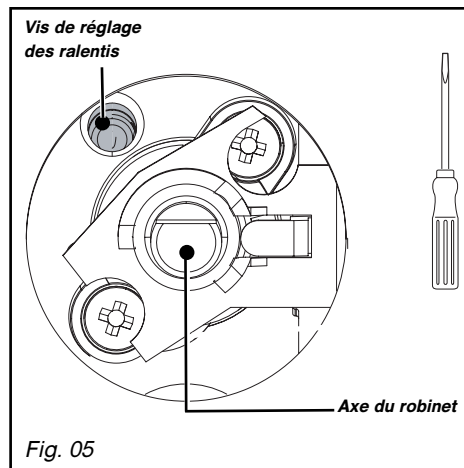

Fig. 05
- A l'aide d'un petit tournevis plat, **vissez à fond** la vis de réglage des ralents en laiton (jaune) (Fig. 05), **dans le sens des aiguilles d'une montre**.
- Dévissez la vis de réglage des ralents en laiton (jaune) (Fig. 05), à l'aide d'un petit tournevis plat, de **2 tours dans le sens inverse des aiguilles d'une montre**.